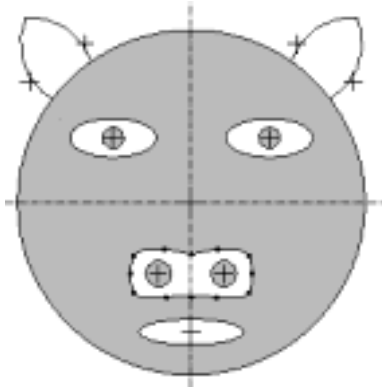

图 3-92 着色
(15) 单击工具栏中的“切换约束的显示开关”按钮, 将约束图标隐藏, 并单击“对草绘图元的封闭链内部着色”按钮, 效果如图 3-92 所示。
(16) 在菜单栏中, 选择“文件”|“保存副本”命令, 输入文件名并选择保存路径。